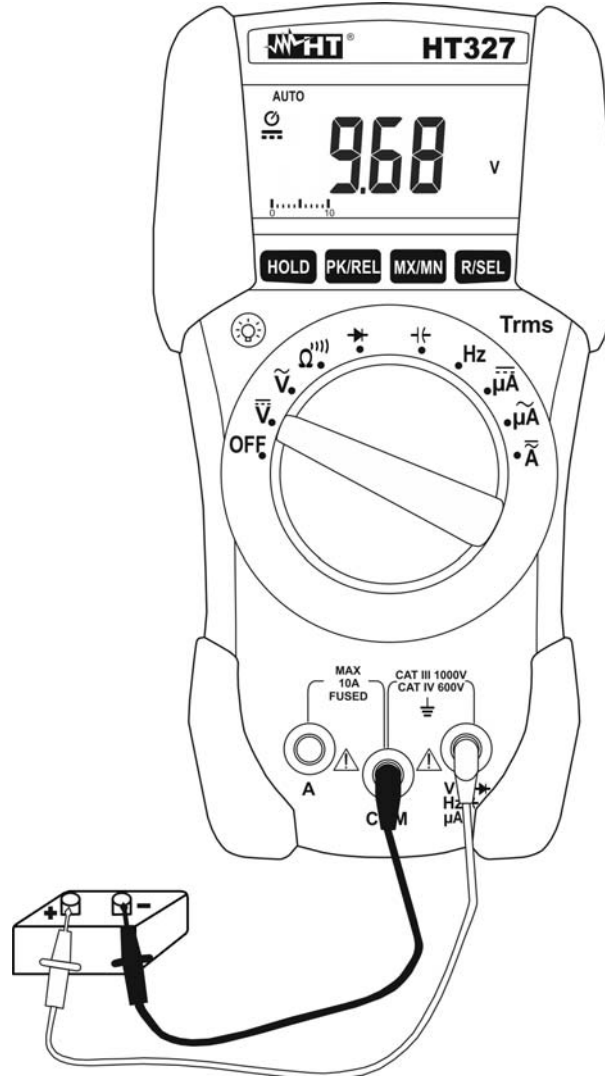

Fig. 2: Uso dello strumento per misura di Tensione DC
4. Posizionare il puntale rosso ed il puntale nero rispettivamente nei punti a potenziale positivo e negativo del circuito in esame (vedere Fig. 2). Il valore della tensione è mostrato a display.
6. La visualizzazione del simbolo "-" sul display dello strumento indica che la tensione ha verso opposto rispetto alla connessione di Fig. 2.